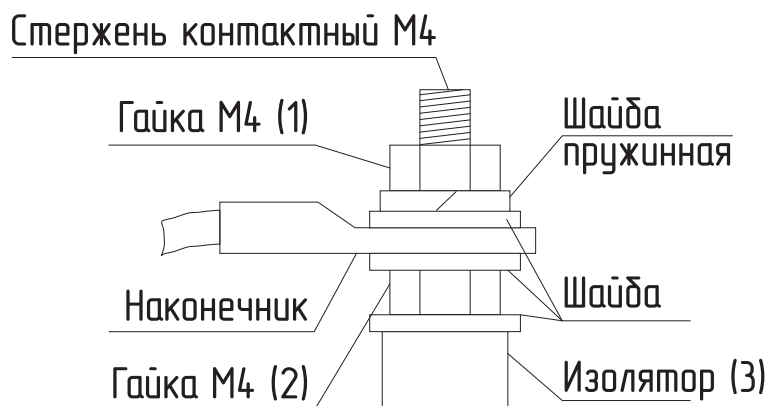

Рис.14 Присоединение проводов к выводам блок ТЭН
- Гаек на контактных стержнях ТЭН с усилием 1,8 Нм (см. Рис.14);
- при замене блок ТЭН присоединение фазных проводов к выводам блок ТЭН производить согласно **Рис.14**. Сечение кабеля указано в **Табл.1**;
- провод нейтраль N подключить на перемычку блока ТЭН (**Рис.14**).